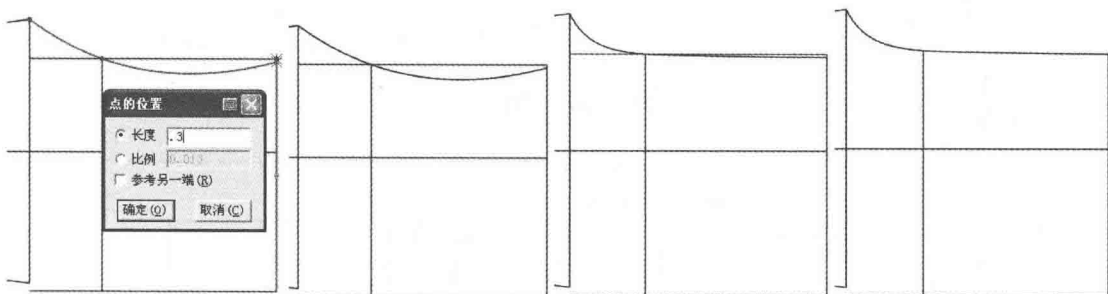

图 7-13 画前浪弧线
(12) 选择  【智能笔】工具从横裆线端点经臀围线端点, 在腰口线上取 0.3cm 相连。再用  【调整】工具将前浪弧线调顺畅(图 7-13)。